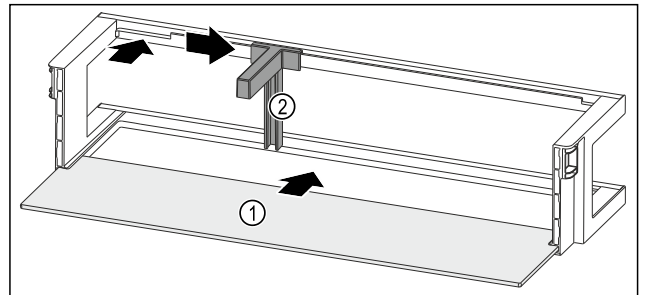

Fig. 166 Oviteline säilytyshyllyn kanssa
- ▶ Työnnä säilytyshylly Fig. 166 (1) sivuilla oleviin koloihin.
- ▶ Aseta pullonpidin Fig. 166 (2) koloon.
- ▶ Työnnä pullonpidin Fig. 166 (2) sivulle haluttuun asentoon.